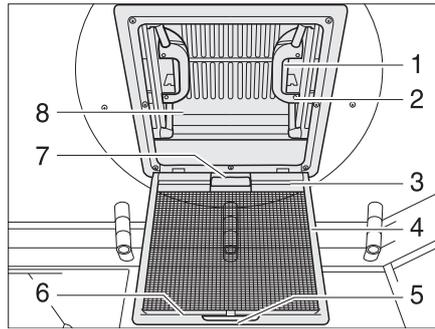

Bild 55 Dachhaube mit Schnappverschluss
- Am Griff (Bild 55,5) ziehen.
- Insektenschutz (Bild 55,4) nach unten klappen.
- Schnappverschluss (Bild 55,1) zur Innenseite der Dachhaube (Bild 55,8) drücken. Gleichzeitig mit dem Griff (Bild 55,2) die Dachhaube nach oben drücken.
- Insektenschutz (Bild 55,4) nach oben schwenken, bis er einrastet.
- An beiden Griffen (Bild 55,2) die Dachhaube (Bild 55,8) kräftig nach unten ziehen, bis beide Schnappverschlüsse (Bild 55,1) eingerastet sind.
- Verdunklungsrollo am Griff (Bild 55,7) ziehen und Hakenleiste (Bild 55,3) in die Halteleiste (Bild 55,6) am Insektenschutz einhängen.
- Hakenleiste (Bild 55,3) von der Halteleiste (Bild 55,6) lösen und Verdunklungsrollo langsam zurückführen.